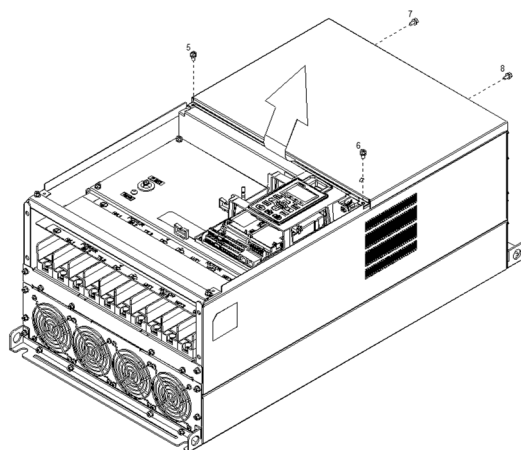

图 2
2. 松开螺丝 (如图 2 所示), 打开上盖。螺丝扭力值: 24~26 kg-cm / [20.8~22.6 lb-in.] / [2.4~2.5 Nm]